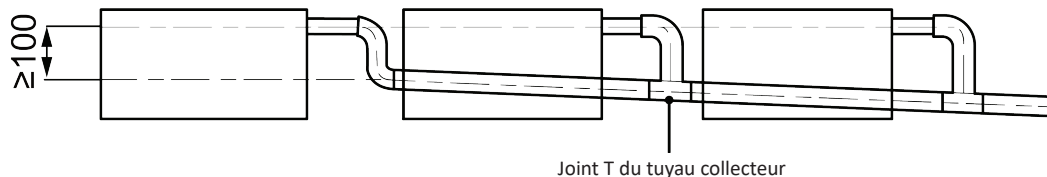

Fig. 4.11
- ④ Lors du raccordement de plusieurs tuyaux d'évacuation, suivez les consignes comme indiqué dans la Fig. 4.11. Choisissez un tuyau collecteur d'évacuation qui corresponde à la capacité de l'unité.